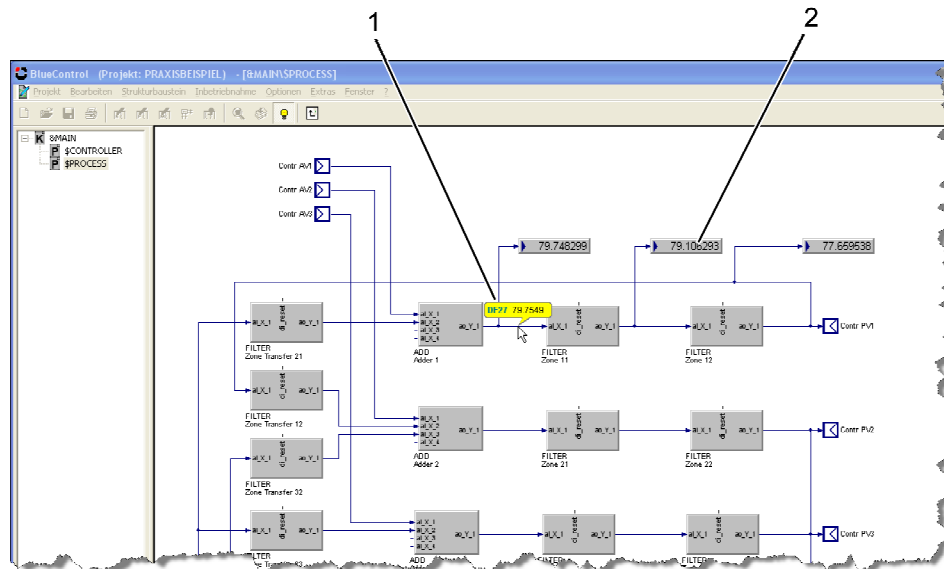

Abb. 115: Beispiel Onlinebeobachtungs-Modus
- Onlinebeobachtungs-Modus:** Nach dem Laden und Starten des Programms auf einem Zielsystem wird automatisch der Onlinebeobachtungs-Modus gestartet. Hier besteht die Möglichkeit, den Programmablauf zu verfolgen und zu beeinflussen. Zum Verfolgen des Programmablaufs können Debug-Bausteine verwendet werden, die z. B. den aktuellen Wert eines Signals anzeigen (Abb. 115/2). Zudem wird beim Klick auf eine Verbindung deren aktueller Wert angezeigt (Abb. 115/1). Das Programm kann beeinflusst werden, indem Werte online in das System geschrieben werden.